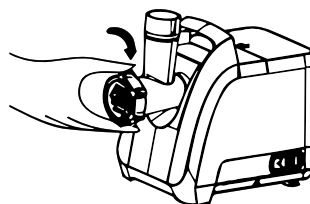

рис.7
7.1.6. Зафиксируйте конструкцию с помощью фиксирующего кольца, завернув его по часовой стрелке, как указано на рис. 7. Не затягивайте кольцо слишком туго.
Подключите прибор к электросети и нажмите кнопку ВКЛ/ВЫКЛ (I/O). Используйте толкатель, постепенно подавая мясо в лоток (рис. 7). После окончания работы выключите прибор и отключите его от сети.